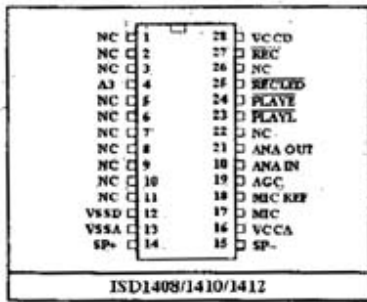
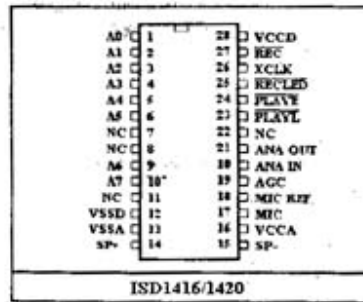

图 2 ISD1408/1410/1412 的管脚排列图
图 3 ISD1416/1420 的管脚排列
本文主要介绍 ISD1420 电路, 图 2、图 3 分别是 ISD1410 (1408、1412) 和 ISD1420 (1416) 管脚排列图。各管脚功能简述如下:
由图 2、图 3 可以看到 ISD1410 (1408、1412) 与 ISD1420 (1416) 不同之处是地址输入端除 A3 之外, 其余均为空脚 (NC)。由此说明 ISD1410 (1408、1412) 不能分段应用, ISD1420 (1416) 则具有分段录放功能。